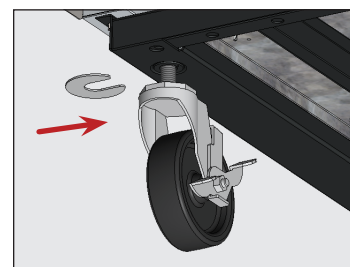

Fig. 9. Insérez la/les cale(s) de roulette. Veillez à serrer la tige de la roulette.
5. À l'extrémité inférieure de l'appareil, desserrez suffisamment la roulette à trou de boulon pour coulisser les cales de roulette fournies entre le roulement de la roulette et le rail inférieur de l'appareil. Voir fig. 9.
6. Posez le nombre de cales souhaité. Voir fig. 9.